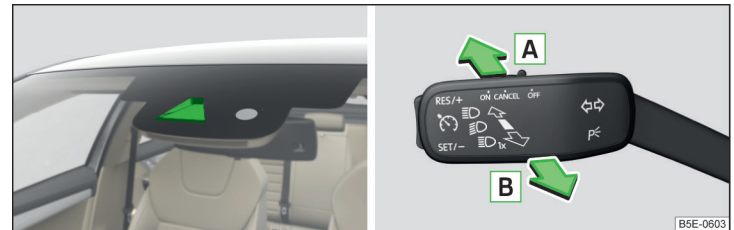

Abb. 67 Verbauport des Sensors / System ein-/ausschalten
Das Ein-/Ausschalten des Fernlichts wird durch einen Sensor gesteuert » Abb. 67.
- Den Hebel in die gefederte Stellung **A** » Abb. 67 drücken. Im Display des Kombi-Instruments leuchtet die Kontrollleuchte  auf.